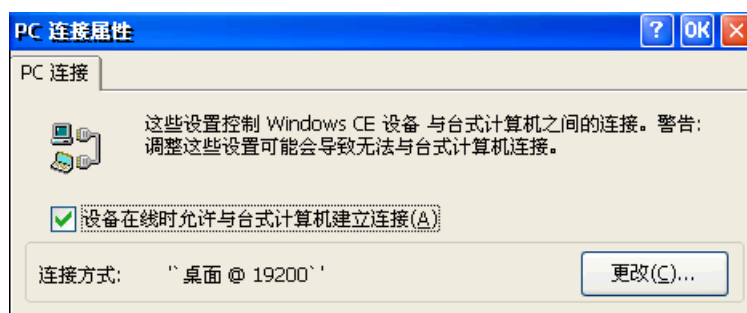

图 2.32 进入更改连接
5. 在MagicARM2410 的Windows CE.net 5.0 中,进入“我的电脑”→“控制面板”,双击“PC连接”图标。即弹出如图 2.32 所示的对话框。单击“更改(C)...”按钮。